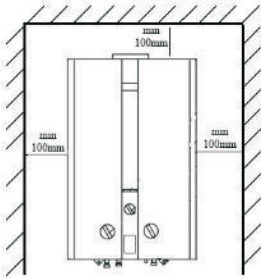

Рисунок 3
6.1.4. Аппарат рекомендуется устанавливать так, чтобы смотровое окно (см. рис. 3) было на уровне глаз потребителя, а вокруг аппарата было свободное пространство не менее 100 мм, необходимое для его обслуживания.